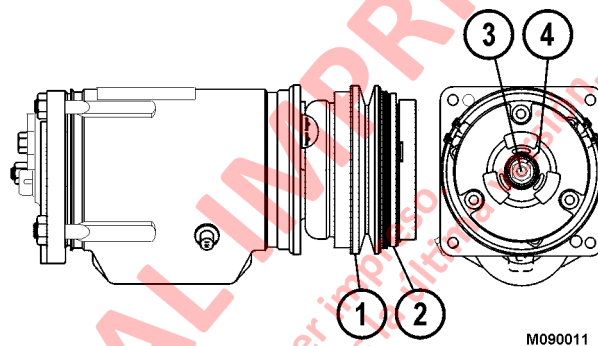

FIGURA 4-17.
2. Retire la correa de transmisión de la polea de la correa del compresor (1, Figura 4-17).
5. Instale la tuerca de bloqueo (4, Figura 4-17) y apriete la tuerca hasta que se asiente. El espacio debería medir $1,02 \pm 0,043$ mm ($0,040 \pm 0,017$ in). Si el espacio no cumple las especificaciones, verifique que la llave cuadrada esté instalada correctamente.